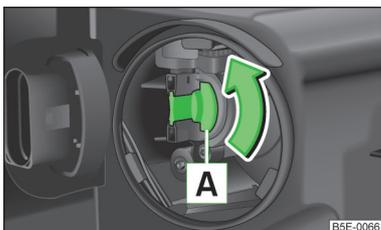

Abb. 176
- › Den Sockel » Abb. 176 bis zum Anschlag **entgegen dem** Uhrzeigersinn drehen und herausnehmen.